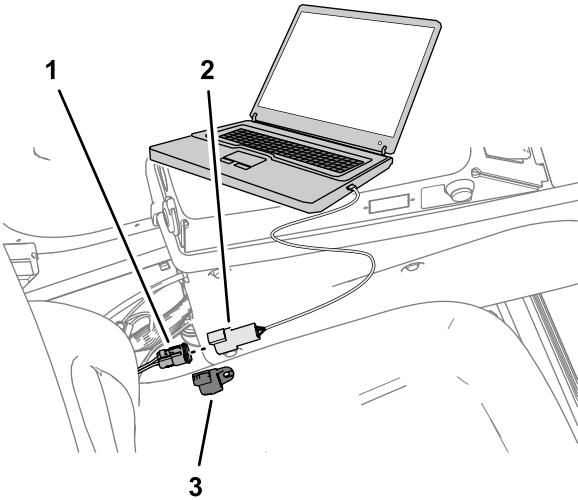

図 155
7. USB/CANインターフェースケーブルのコネクタをキットのワイヤーハーネスのコネクタから外し、ワイヤーハーネスのコネクタにキャップを取り付けます図 155。